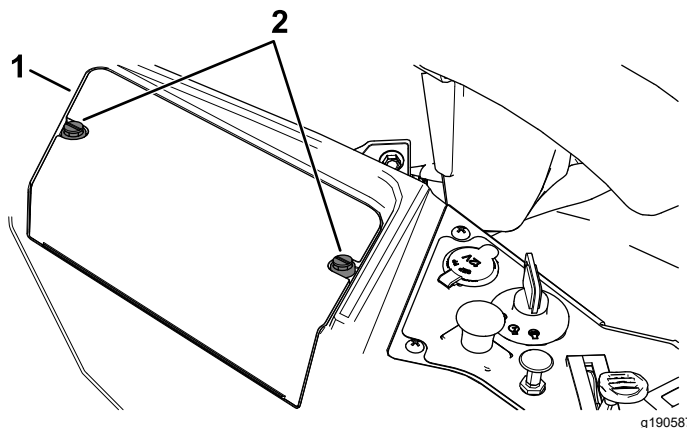

Figura 44
3. Afloje  $\frac{1}{4}$  de vuelta las 2 fijaciones de la tapa de la batería en el sentido contrario a las agujas del reloj y retire la tapa (Figura 44).
6. Instale la tapa de la batería empujándola hacia abajo y apretando 2 fijaciones en el sentido de las agujas del reloj (Figura 44).